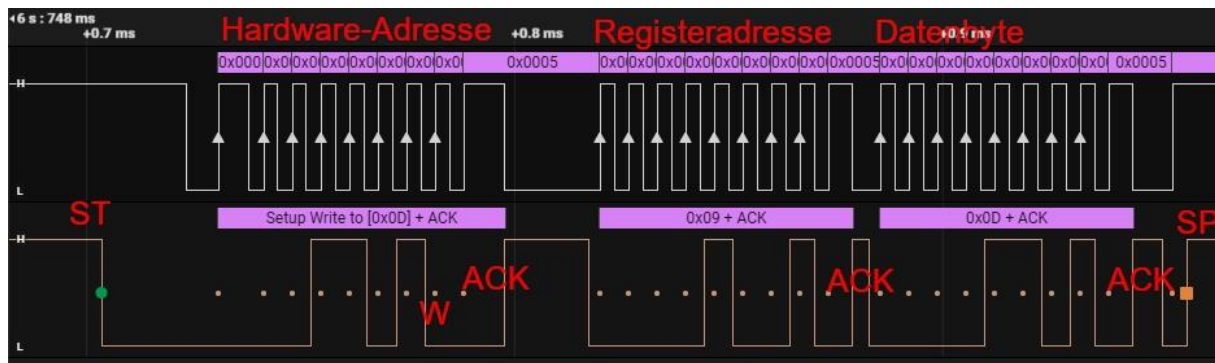

Abbildung 2: Initialisierung des QMC5883L (Ausschnitt)
Der Chef in unserem Projekt ist natürlich der ESP8266. Er gibt als Master den Takt der Übertragung an, $400.000\text{Hz} = 400\text{ kHz}$. In $2,5\ \mu\text{s}$ wird also ein Bit übertragen. In der Regel ist es so, dass mit einer fallenden Flanke auf der Taktleitung SCL (serial clock) das Datenbit, 0 oder 1, auf die Datenleitung SDA (serial Data) geschaltet wird, LOW oder HIGH, 0V oder 3,3V. Zum Zeitpunkt der steigenden Flanke auf SCL wird der Zustand auf SDA als Datenbit vom Empfänger eingelesen. Mit Hilfe eines **Logic Analyzers** kann man die Signale sichtbar machen. Das kann bei der Fehlersuche enorm hilfreich sein. Eine Beschreibung zu dem Gerät finden Sie übrigens in dem Blogpost "Logic Analyzer - Teil 1: I2C-Signale sichtbar machen" von Bernd Albrecht. Dort ist auch beschrieben, wie man den I2C-Bus abtastet. Das kleine Ding wird an den USB-Bus angeschlossen und zeigt mittels einer kostenlosen Software, was auf den Busleitungen los ist. Dort, wo es nicht auf die Form von Impulsen ankommt, sondern lediglich auf deren zeitliche Abfolge ist ein LA Gold wert. Und, während ein DSO (digitale Speicher-Oszilloskop) nur Momentaufnahmen des Kurvenverlaufs liefert, kann man mit dem LA über längere Zeit abtasten und sich dann in die interessanten Stellen hineinzoomen. Das ist in Abbildung 2 für den ersten Teil der Initialisierungssequenz des QMC5883L dargestellt. Die Übertragung beginnt mit der start-condition – SDA wird vom Master auf LOW gezogen, während SCL HIGH ist. Als erstes Byte muss die Hardware-Adresse des Peripherie-Bausteins ausgegeben werden, das ist der 7-Bit-Wert 0x0D. Das zusätzliche LSB (W) ist in diesem Fall 0, weil es sich um einen nachfolgenden Schreibbefehl handelt. Bei einem Lesezugriff wäre das 8. Bit der Hardware-Adresse eine 1. Jedes Bit wird durch einen Punkt gekennzeichnet.